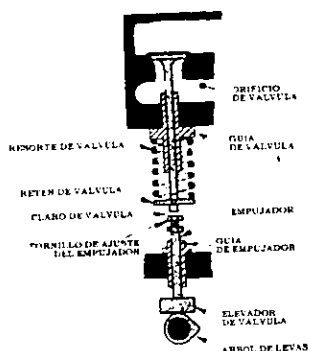

Fig. 75 Funcionamiento y partes de una válvula.
**VARILLA DE EMPUJE DE VÁLVULA Y BALANCÍN DE VÁLVULA (fig. 75).**- En los motores de válvulas en la cabeza es necesario utilizar varillas de empuje y balancines. La varilla de empuje se usa para transferir el movimiento ascendente y descendente del elevador de válvula al balancín. El balancín invierte el movimiento ascendente del elevador de válvula, para empujarla hacia abajo y abrirla.